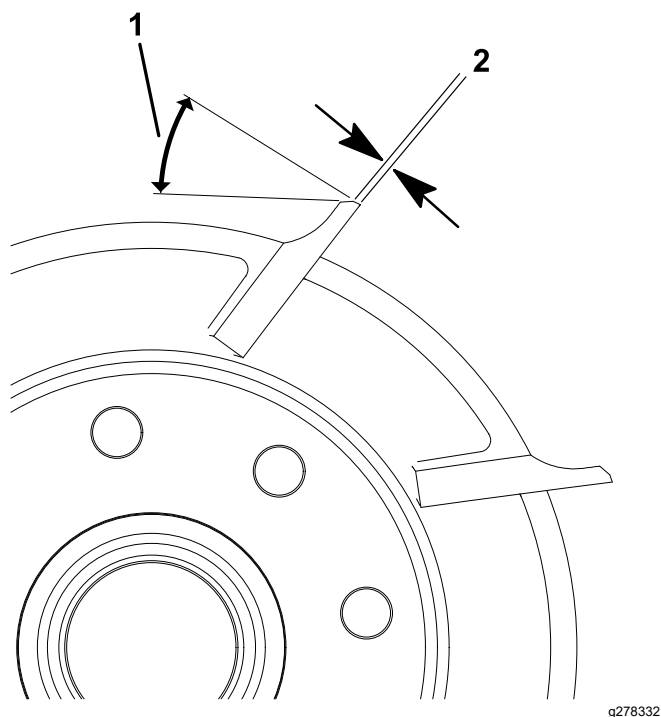

Figura 25
1. Applicate un angolo di spoglia di 30° su tutte le lame del cilindro fino a quando la larghezza della superficie non è pari a 1,3 mm (Figura 25).